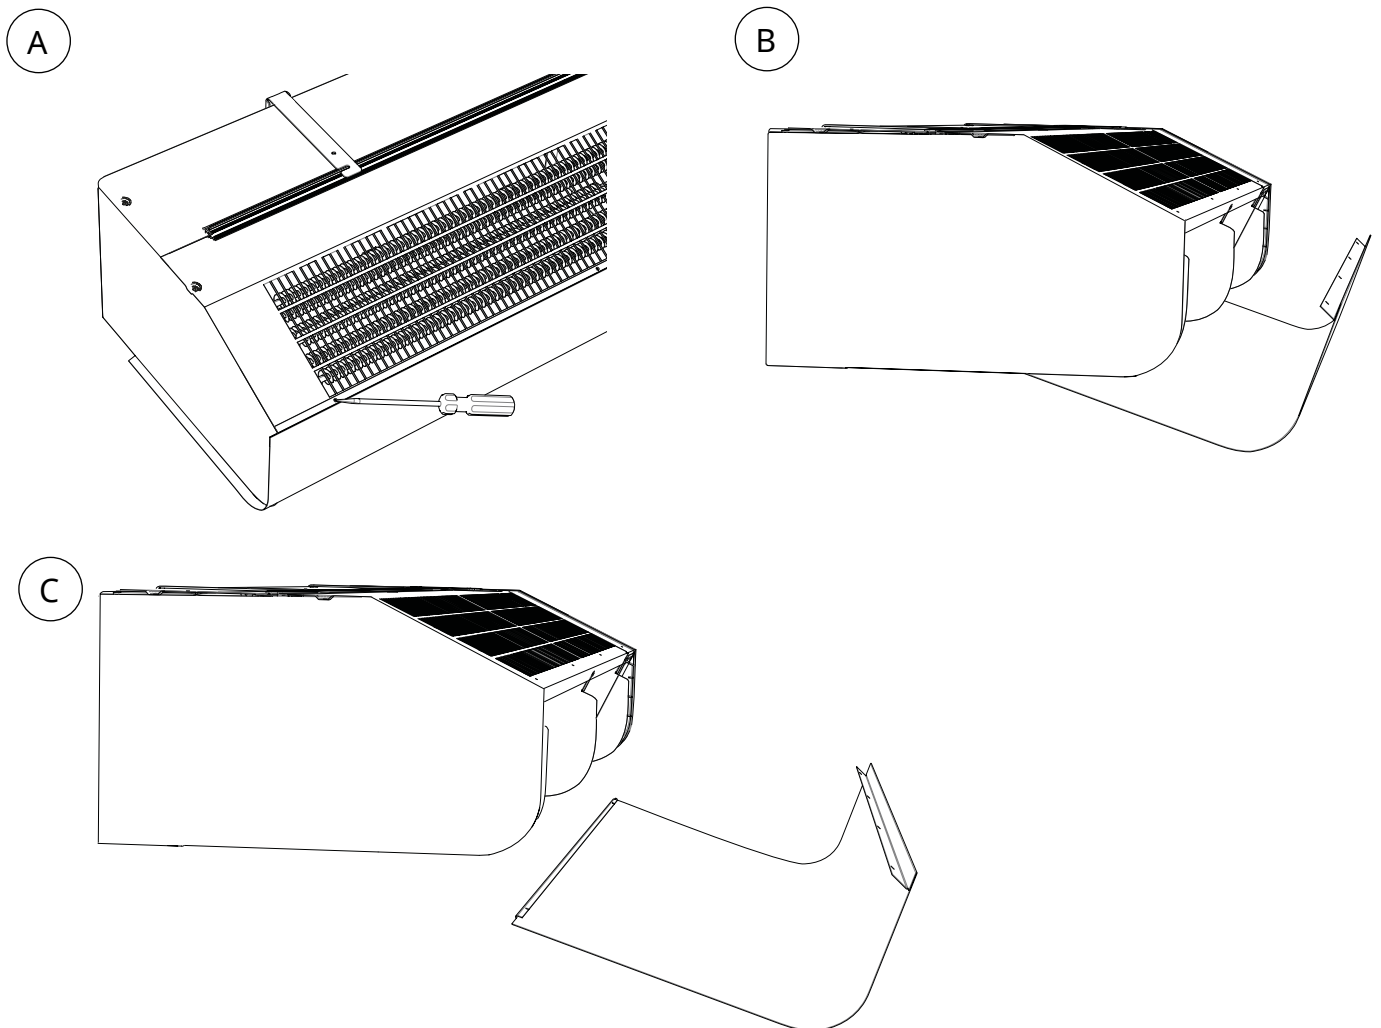

Fig.3: Open the unit.
2. Przednią pokrywę zdejmuje się, odkręcając śruby na wierzchu urządzenia i wyczepiając wygiętą krawędź przy spodzie (rys. 3).